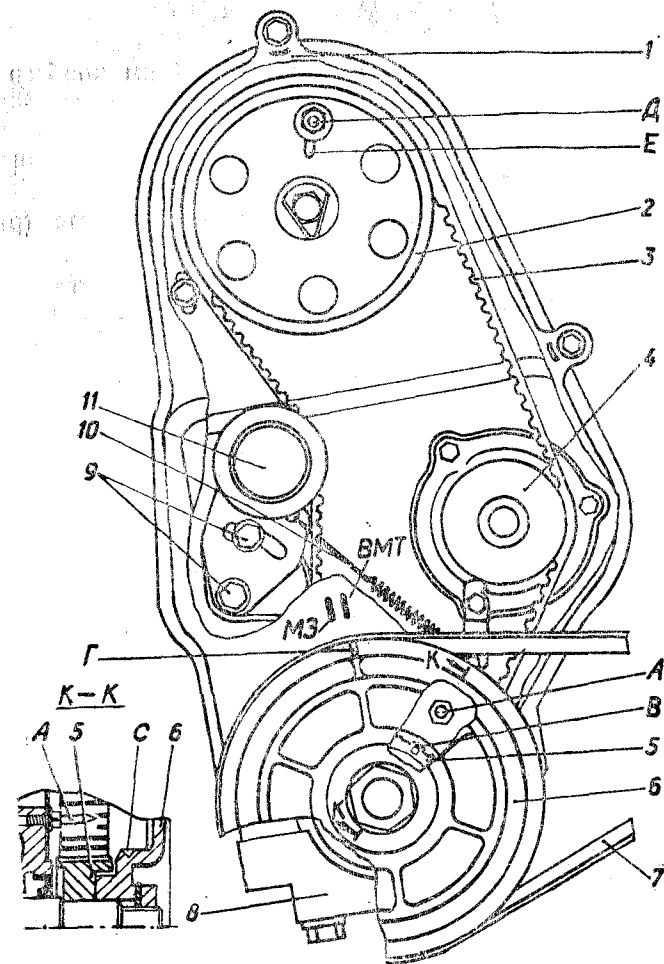

Рис. 20. Привод распределительного вала и водяного насоса:
- установите поршень первого цилиндра в ВМТ конца такта сжатия. При этом разносчик должен находиться против электрода крышки с цифрой 1. Для этого, если наружный кожух 1 (рис. 20) плоскозубчатого ремня не снят, необходимо колесом прокрутить коленчатый вал в положение, при котором риска Г (рис. 20) на шкиве 6 совпадает с меткой ВМТ на кожухе. Если наружный кожух 1 снят, совместите метку Е на шкиве 2 распределительного вала со стрелкой-штырем Д (см. п. 1 с. 135);
Натяжение ремня осуществляется роликом 11 (рис. 20).